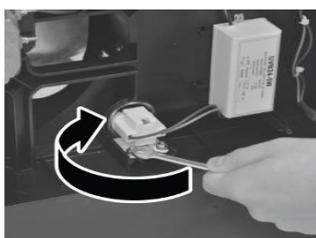

Рис. 38
8. Затяните гайки с помощью гаечного ключа SW 7 (рис. 38)